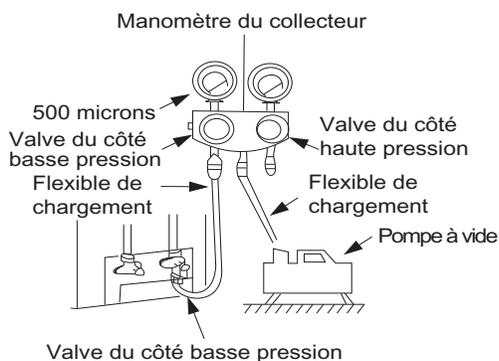

Fig. 21 – Collecteur
3. Ouvrez complètement le côté basse pression du manomètre du collecteur (consultez la figure 21).